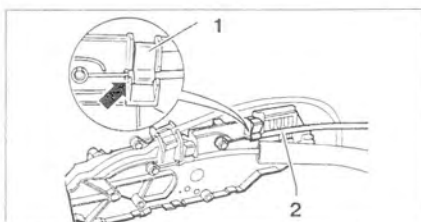

Рис. 9.64. Втулка 2 на тросе должна войти до упора (стрелка). Нажмите фиксатор 1.
4. Установите трос синей меткой для регулировочного клапана на регулятор управления подачей нагретого и свежего воздуха. Втулка 2 на тросе должна войти до упора (стрелка) (рис. 9.64). Нажмите фиксатор 1. Поверните регулятор температуры в крайнее положение для подачи холодного воздуха.